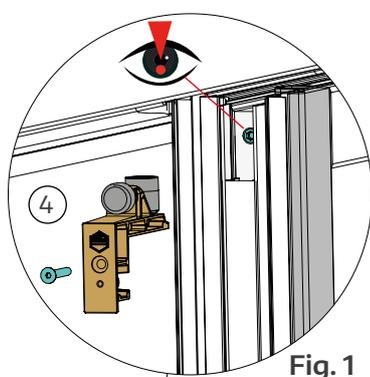

Fig. 1
- ④ Poussez le guide supérieur du côté de la serrure **B** et du côté central **D** (voir les fig. 1 et fig. 2).